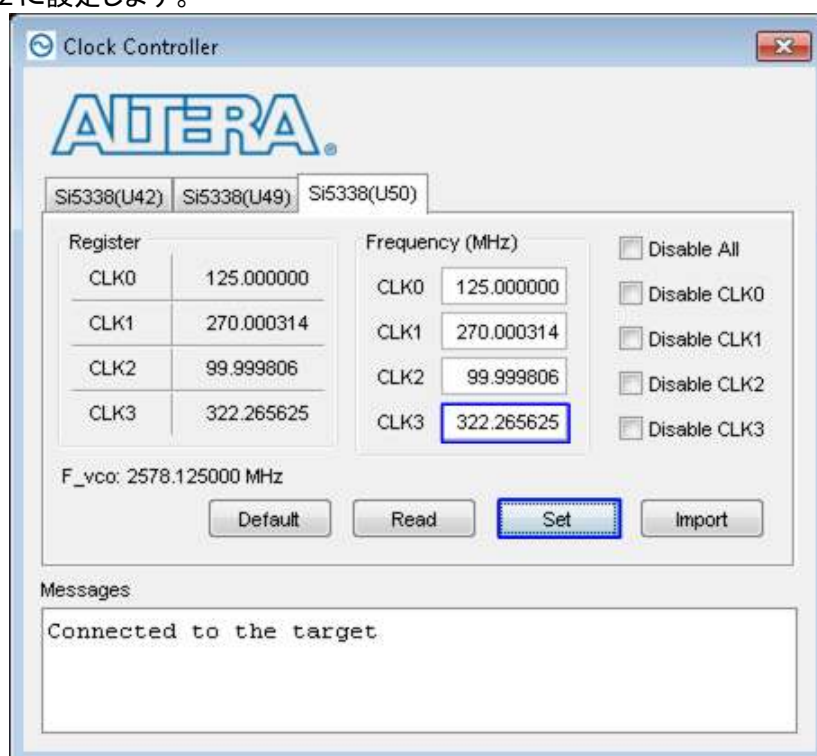

図 4-4: リファレンス・クロックの設定
- Aria10SoC 開発キット内の”Clock Controller”アプリケーションを起動します。図 4-4 に示すように Si5338(U50)タブを選択し、CLK3 の周波数値を”322.265625”MHz にセットします。”Set”ボタンを押下し発振クロック周波数を322.265625MHz に設定します。